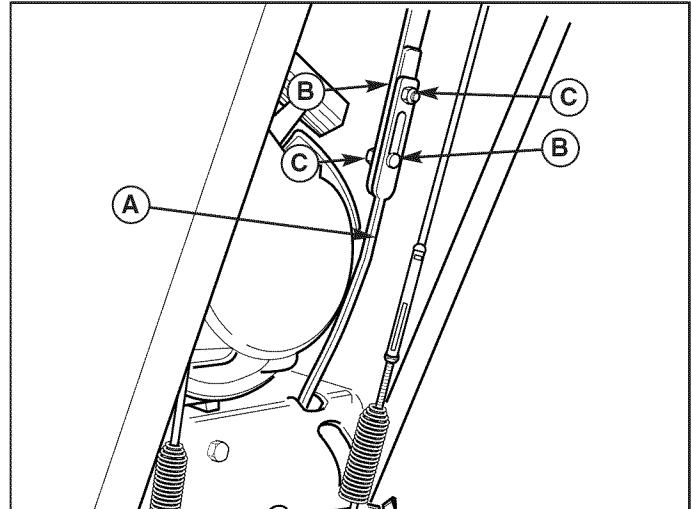

Figure 18. Timonerie du sélecteur de vitesse et de l'entraînement de la fraise
1. Desserrer les deux écrous (C, Figure 18).
3. Pousser la tringle inférieure dans logement et serrer les deux écrous. Ne pas tirer ou pousser sur les tringles pendant le serrage. Vérifier que les épaulements des boulons (D) sont dans les trous oblongs.